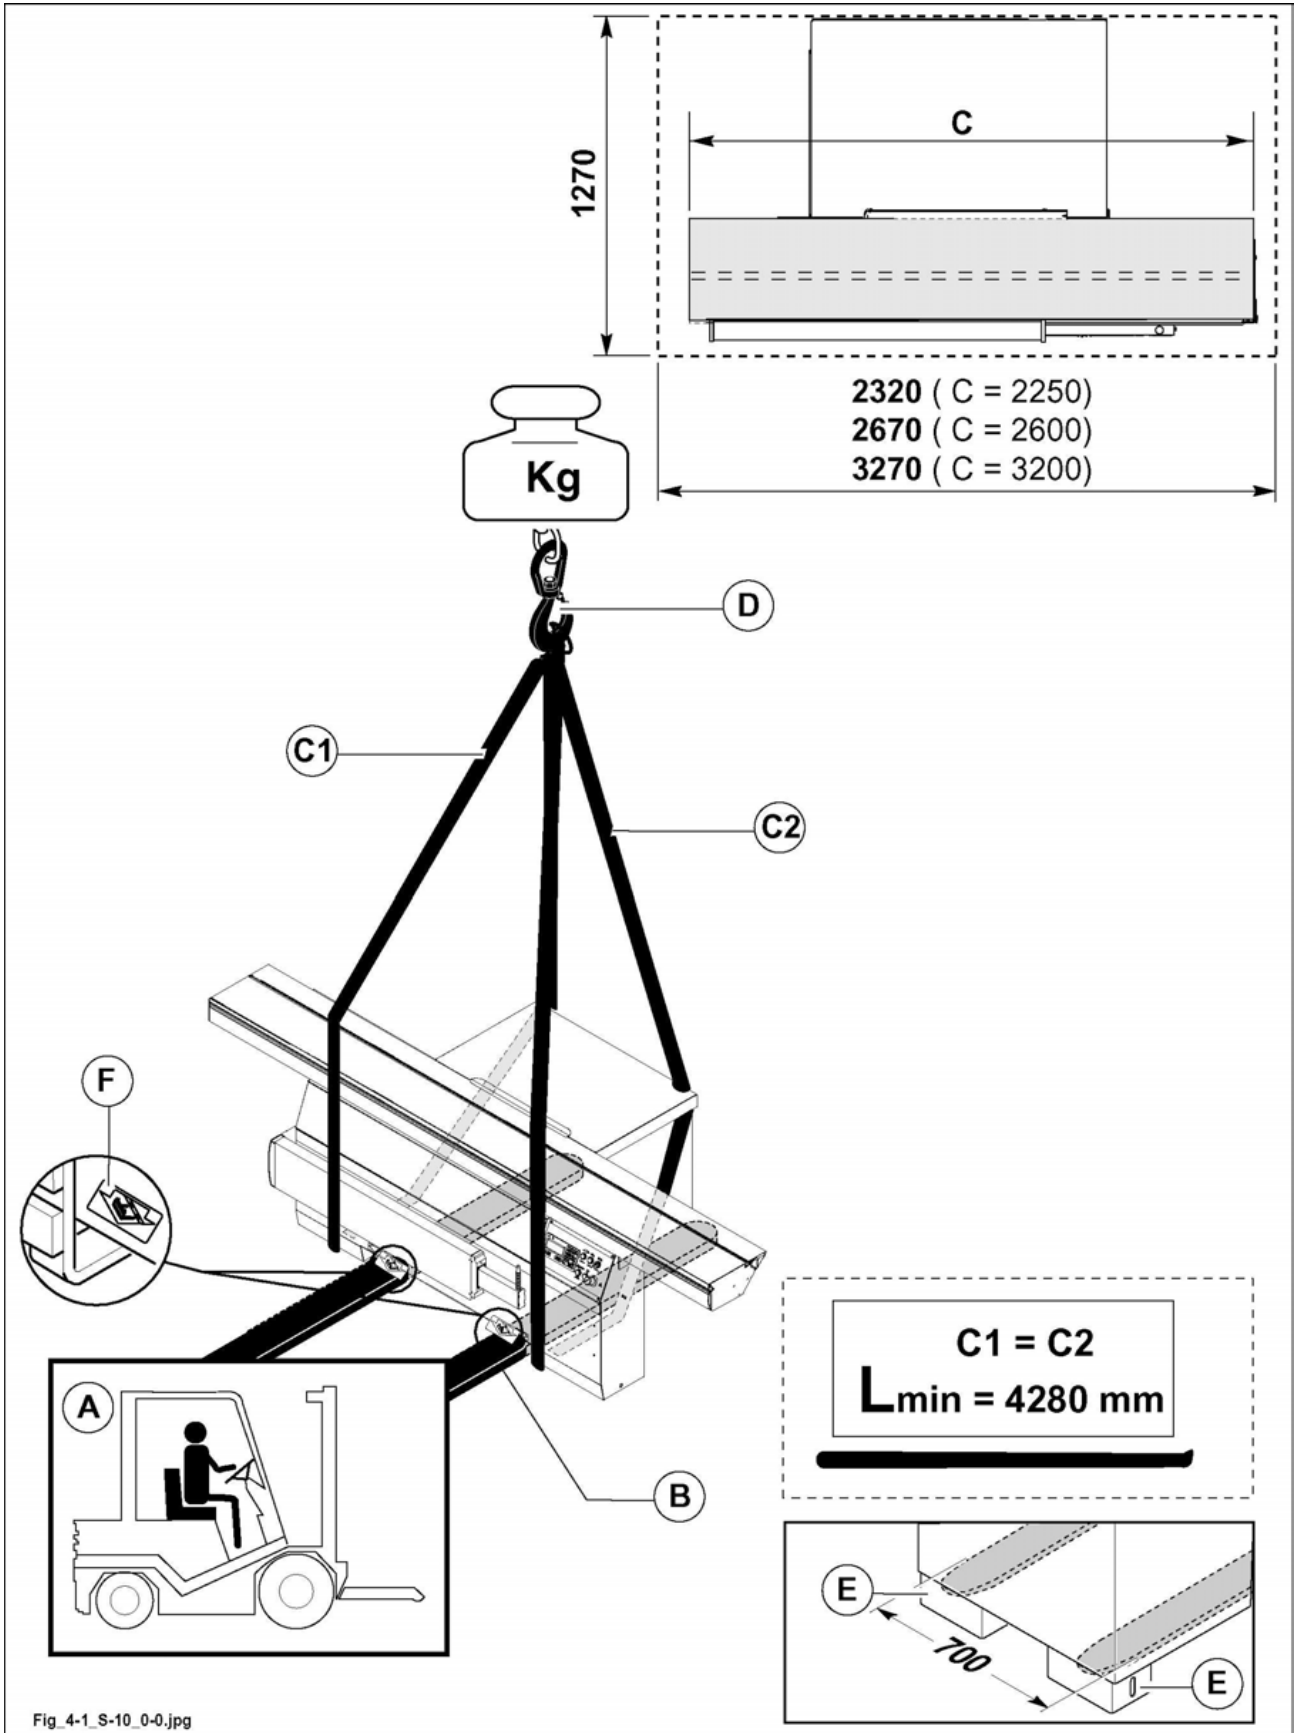

Abb. 4.1
- Die Maschine durch Kran oder andere Hebevorrichtung durch Hacken der Seile heben (siehe Abb. 4.1).
- 2 Riemen (C Abb. 4.1) mit ausreichender Länge und Tragkraft vorbereiten (Riemenmindestlänge 4280 mm);
- Riemen heben und wie auf der Abbildung 4.1 dargestellt, positionieren;
- Riemen am Kran (D Abb. 4.1) (mit ausreichender Tragkraft) anhängen;
- Riemen (C Abb. 4.1) richtig anordnen, indem der Kran jeweils etwas versetzt wird, bis man die optimale Stabilität erreicht hat;
- Breite der Gabeln (B Abb. 4.1) auf 700 mm einstellen;
- Führen Sie die Gabeln (B Abb. 4.1) wie in der Abbildung gezeigt an den Schildern (F Abb. 4.1) ein und stellen Sie sicher, dass diese an der Rückwand der hinteren Füße (E Abb. 4.1) anschlagen.